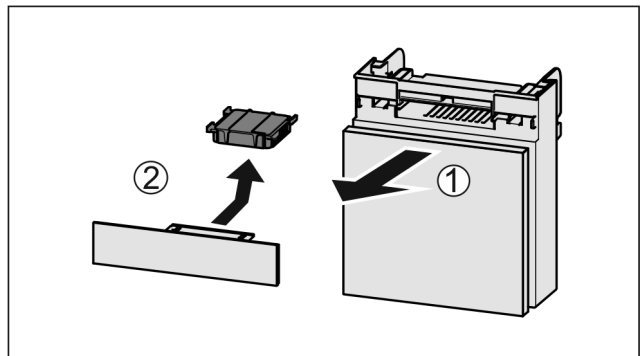

Fig. 137
- Lade vanaf de voorkant eruit trekken Fig. 137 (1).
- Actiefkoolfilter verwijderen Fig. 137 (2).